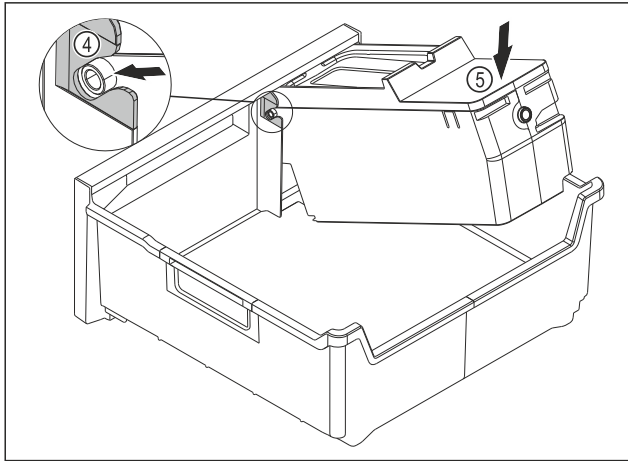

Fig. 110
- ▶ Встановіть корпус EasyTwist-Ice: Вставте осі корпусу EasyTwist-Ice в напрямні Fig. 110 (4).
- ▶ Натисніть на корпус EasyTwist-Ice Fig. 110 (5) ззаду вниз.